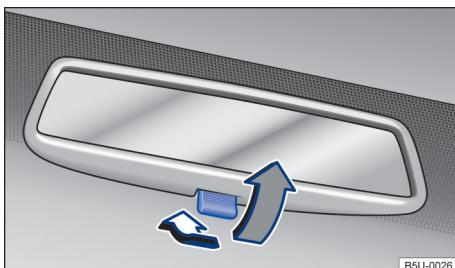

Fig. 68 Espelho retrovisor interno com antifusante manual.
- Posição noite: puxar a alavanca → Fig. 68 (seta cinza), para evitar o ofuscamento dos faróis dos veículos que trafegam atrás.